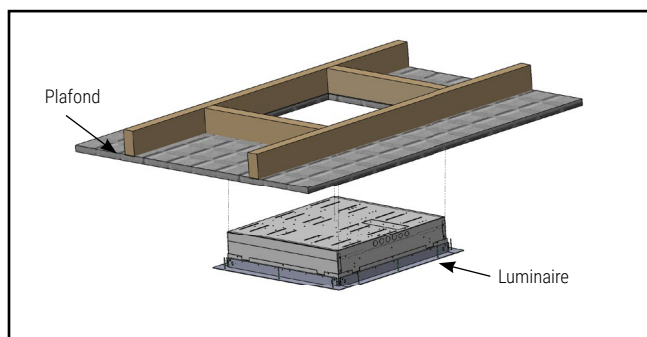

Figure 8
3. Installez le cadre avec le luminaire dans les découpes du plafond et fixez-le avec les vis inviolables fournies (Figure 8).